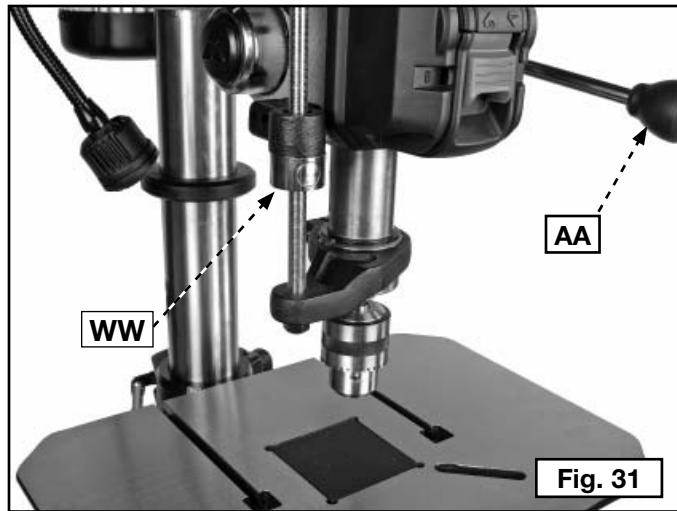

Fig. 31
Eleve y baje el husillo con los mangos del piñón (AA) Fig. 31. Puede bloquear el eje en cualquier lugar si coloca la tuerca de fijación (WW) contra el tope. Para instalar la tuerca, presione el botón y deslícela por el hilo del vástago.